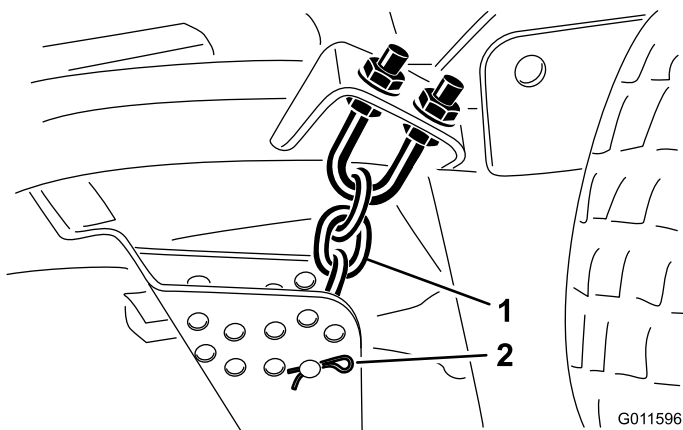

Figure 7
8. Enlevez les goupilles fendues et les axes de chape qui fixent les chaînes de hauteur de coupe à l'arrière du plateau de coupe (Figure 7).